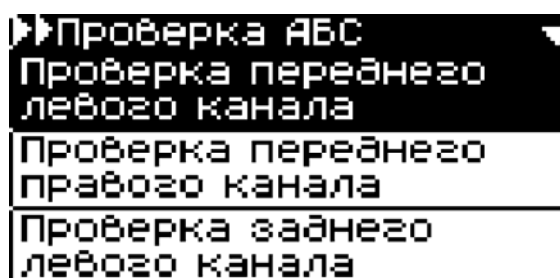

Рис. 16 Тест ПРОВЕРКА АБС
2.4.1 Тест **Проверка правильности подключения трубопроводов и работоспособности клапанов гидроагрегата** проводится в 4 этапа – **Проверка переднего левого канала**, **Проверка переднего правого канала**, **Проверка заднего левого канала** и **Проверка заднего правого канала** (рис. 16).